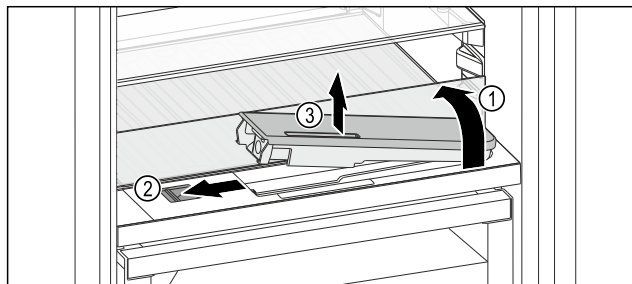

Fig. 135
- Sollevare il ripiano di vetro e ribaltarlo all'indietro fino all'arresto Fig. 135 (1).
- Spostare il cursore Fig. 135 (2) a sinistra.
- Rimuovere il serbatoio dell'acqua Fig. 135 (3).